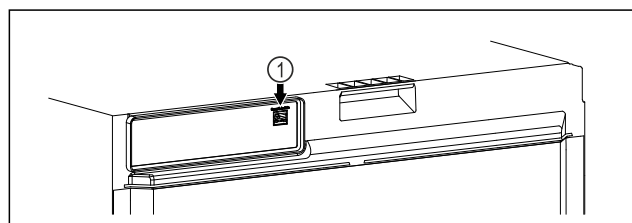

Fig. 142
- ☐ Je používán SmartModule Fig. 142 (1).